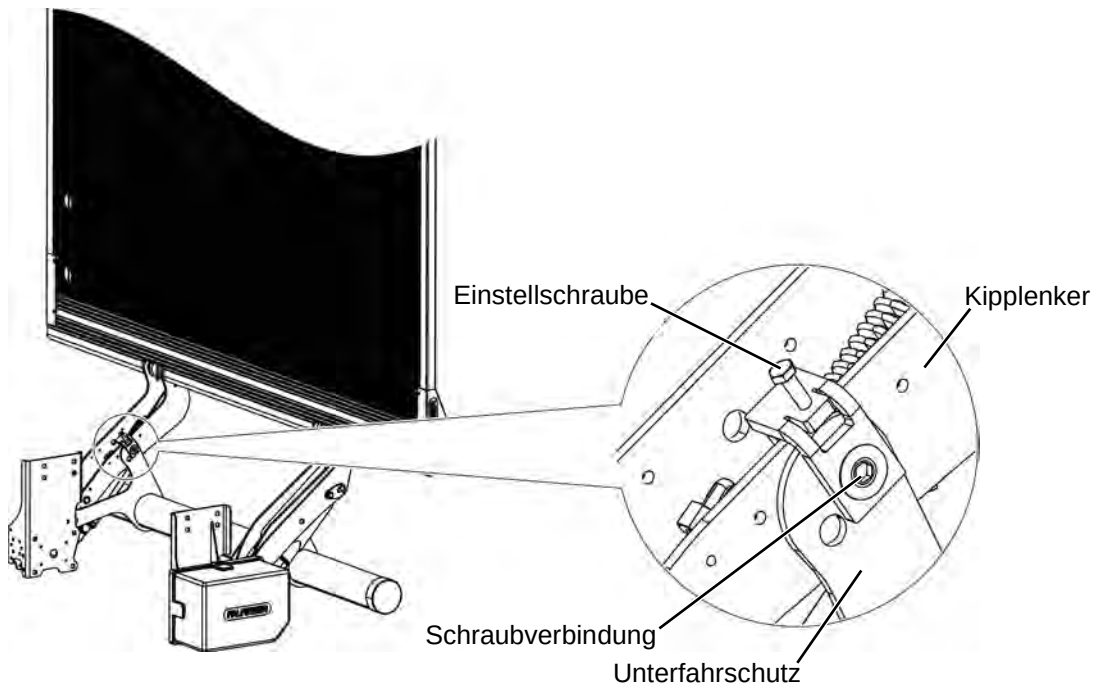

Abbildung 48: Kipplenker, PTC 750
- Positionieren Sie die Plattform mithilfe der Einstellschraube am Kipplenker parallel zum Endanschlag (siehe Abbildung 48).